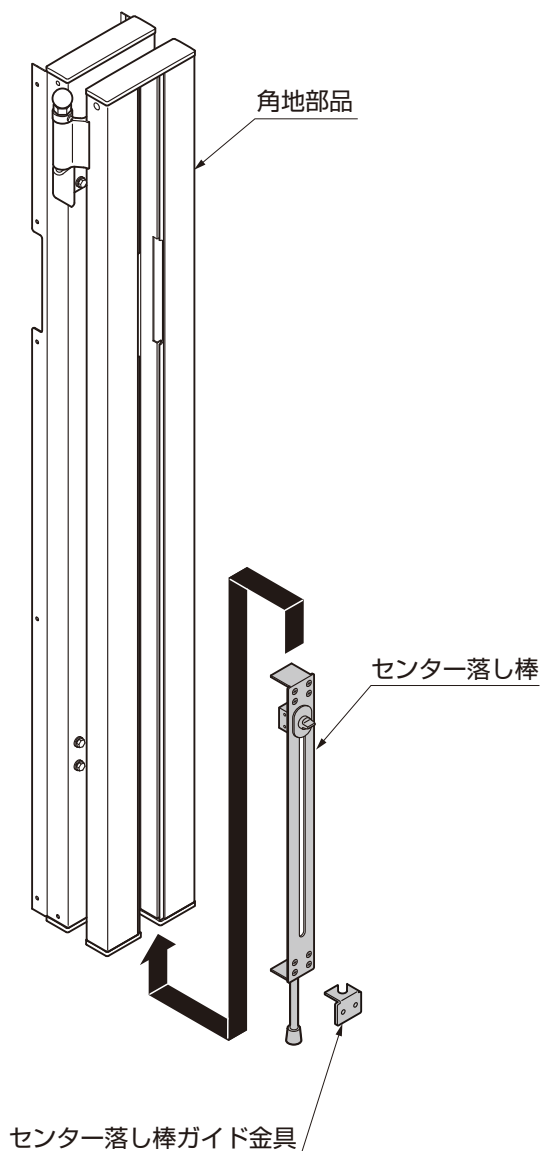

図2-1
- ① 本体受側に取付いているセンター落とし棒を外した後、角地部品に取付けてください。(図2-1参照)